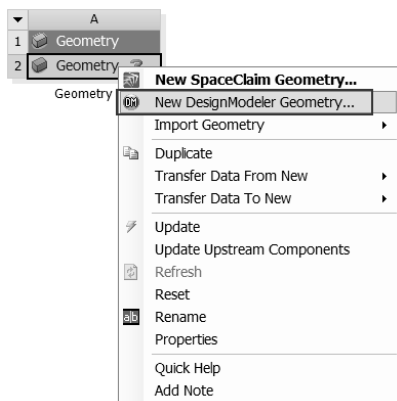

图 9-51 导入几何体
Step1 :在 A2 Geometry 上右击,在弹出的快捷菜单中选择 Import Geometry Browse 命令,如图 9-51 所示,此时会弹出“打开”对话框。